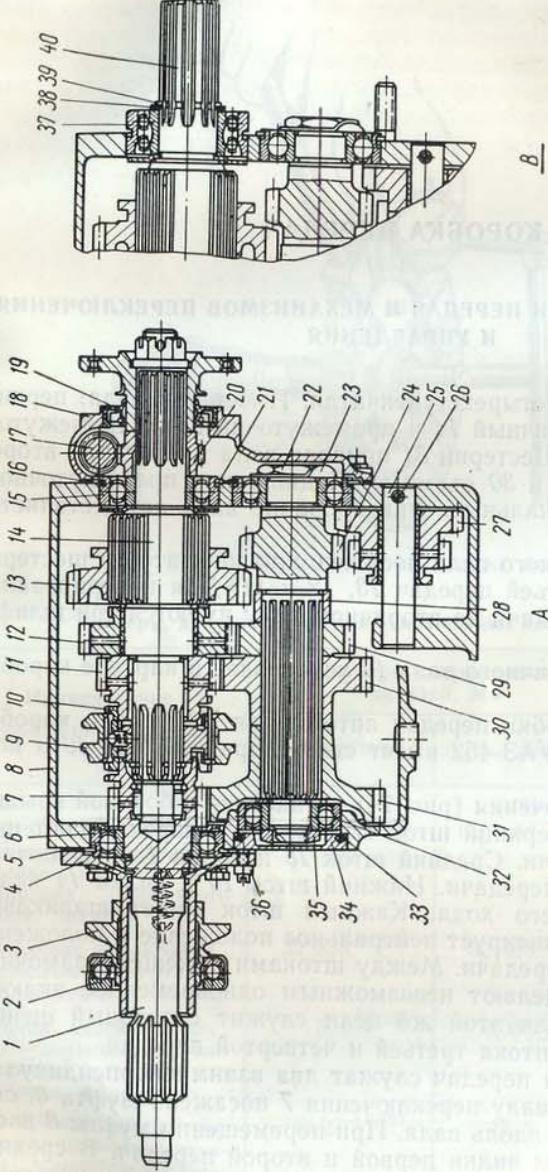

Рис. 73. Коробка передач:
6. Снять муфту 3 (рис. 73) с подшипником с коробки передач и затем снять с нее подшипник.
Коробка передач четырехступенчатая. Имеет три вала: первый 1 (рис. 73), вторичный 14 и промежуточный 24. Промежуточный вал разборный. Шестерни 31 привода вала и шестерни второй и третьей передач 29 и 30 съемные. Подшипники промежуточного вала шариковые, радиальные. Фиксирование вала осуществляется задним подшипником.